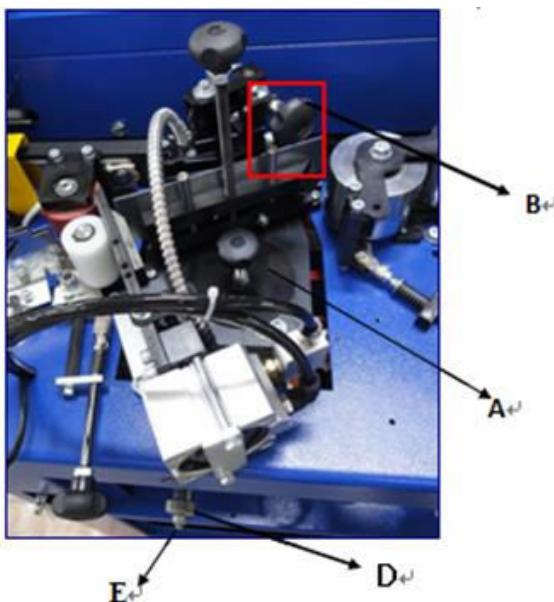

Рисунок 19
A. Заполните kleевую ванну приблизительно на 1 см ниже её края гранулированным kleем A (рис. 19).
Во время облицовки проверяйте уровень клея в ванне, и, если необходимо, наполняйте до уровня, указанного точкой **A** (рис. 19).
Д. Ручка **D** используется для перемещения клеевой ванны. Вперед или назад. Она затянута на заводе, чтобы избежать повреждений при транспортировке. Для использования механизма полностью ослабьте ручку, пока не достигните гайки **E**. Гайка **E** отрегулирована на заводе и её положение **НЕЛЬЗЯ** изменять (рис. 19).